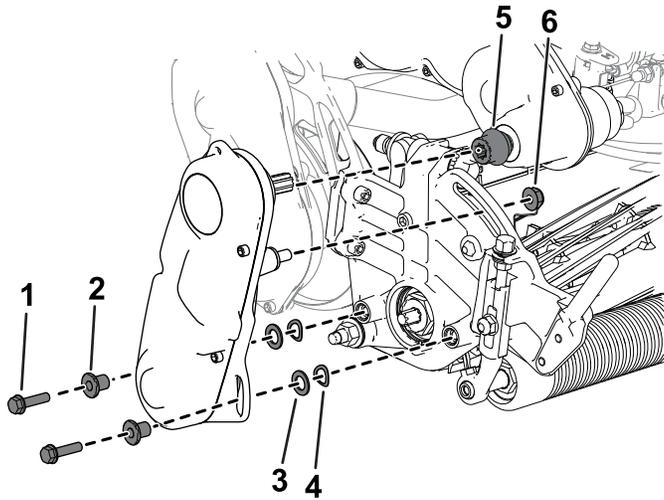

图 46
6. 使用先前卸下的内六角螺丝、垫圈和隔片将滚刀驱动总成固定到滚刀组侧板上（图 46）。
确保滚刀驱动总成驱动轴安装在变速箱驱动轴联轴器上（图 46）。